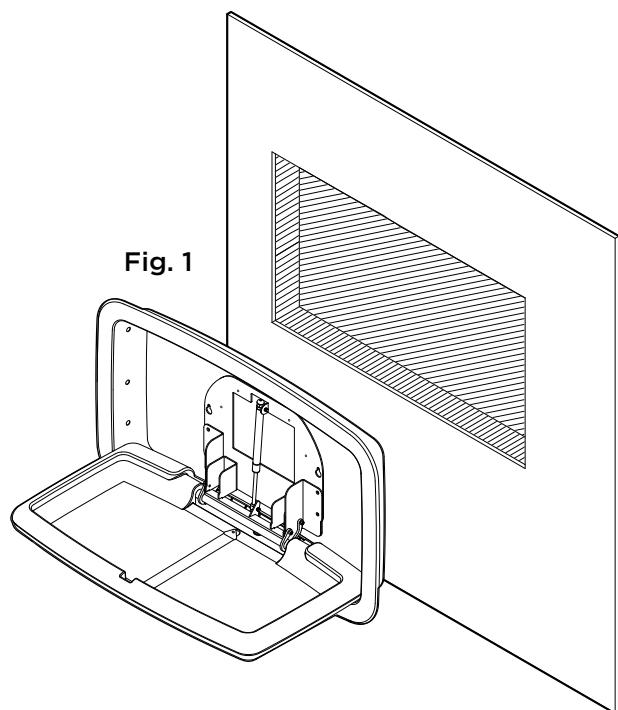

Fig. 1
- Préparez l'ouverture brute du mur selon la Fiche technique. Assurez-vous que le haut du goujon inférieur est à 26 9/16"(675 mm) pour assurer une hauteur de montage correcte. **Fig. 1** Pour plus d'informations, visitez www.koalabear.com.